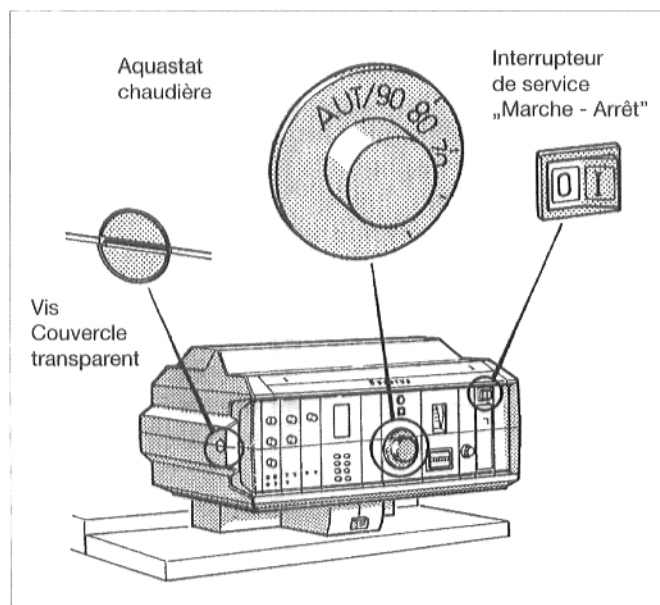

Fig. 23
- Mettre la fente de la vis du couvercle transparent de l'appareil de régulation (fig. 23) en position horizontale, à l'aide d'une pièce de monnaie par ex. Retirer le couvercle en le tirant vers l'avant.
- Mettre l'interrupteur de service (fig. 23) en position 0.
- Mettre l'interrupteur de service (fig. 23) en position I.
- Régler l'aquastat chaudière (fig. 23) sur la température souhaitée, sur „AUT“ pour les régulations „Ecomatic“.